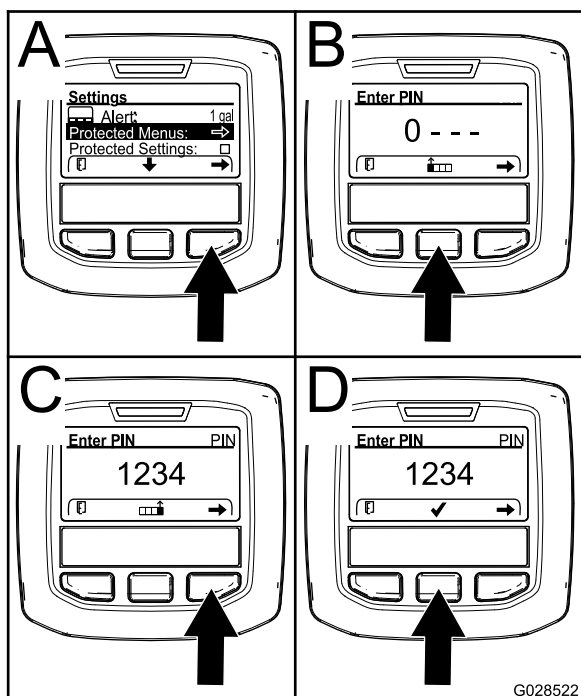

图11
2. 按右侧选择按钮可选择受保护菜单 图11。
- 按中间选择按钮 图11 中的 B可增加数值09。
- 按右侧选择按钮 图11 中的 C可将光标移至右边的下一个数值位置。
注意 核选标记图标将显示在中间选择按钮的上方 图11 中的 D。
5. 按中间选择按钮 图11 中的 D输入密码。